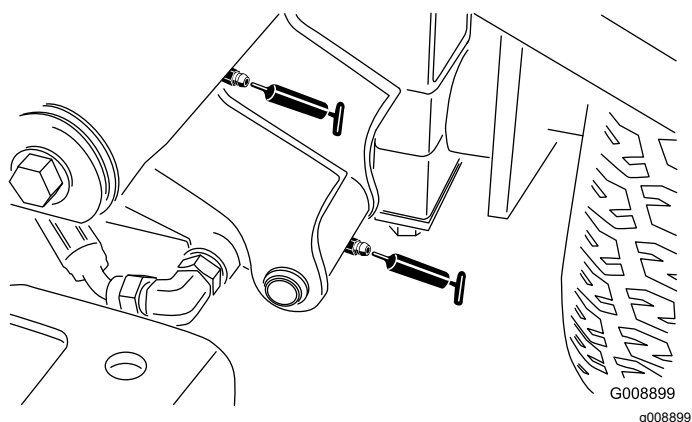

Figura 36
- 2 perni del braccio di sollevamento anteriore sinistro e cilindro di sollevamento (Figura 36)